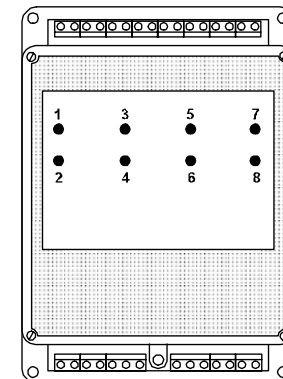

Рис. 1
Внутри корпуса находится плата печатного монтажа с элементами схемы прибора, крепящаяся к основанию при помощи четырех винтов через отверстия в крышке (рис. 1).
3.2. Прибор имеет восемь электромагнитных реле, управляемых от внешних полупроводниковых ключей, а также источник питания. Восемь светодиодных индикаторов, расположенных на основании (см. рис. 1), сигнализируют о замыкании реле.